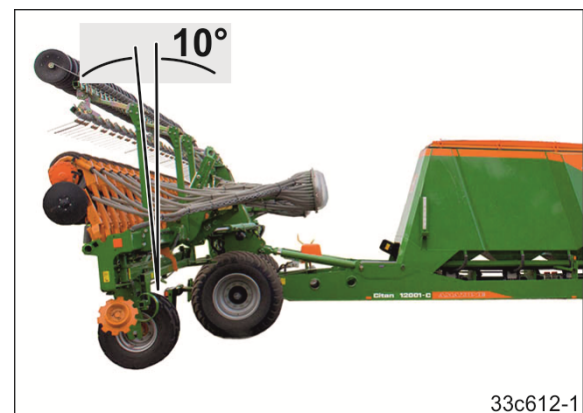

Fig. 230
4. Acționați unitatea de comandă *verde* 1 până când cadrul spate stă cca. 10° față de poziția verticală (vezi Fig. 230).
Eventual corectați înclinarea cadrului spate (vezi Fig. 230).